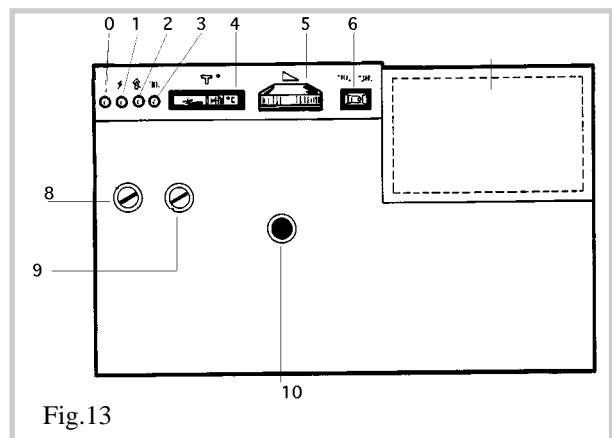

Fig.13
3.1. Tableau de commande et de contrôle (fig.13)
3.1. Bedienings en controle bord (fig.13)